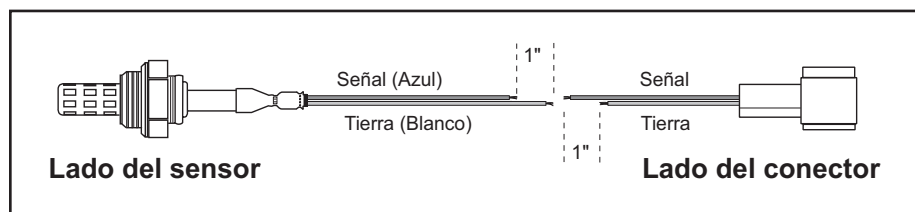

figura 1
6. Teniendo los dos sensores lado a lado, cortar el sensor original de manera que la longitud total sea de 1 a 2 pulgadas mayor que antes. (ver figura 1) Esto permitirá hacer las conexiones a intervalos regulares de manera que el tubo termoretráctil se ajuste sobre las conexiones de la cabeza del conector, y la longitud final coincida con la original.